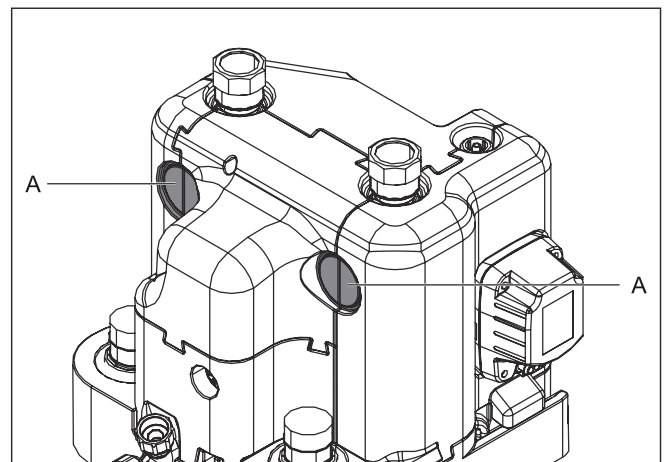

Fig. 54-20 Taglio apertura isolamento termico
- 16 Tagliare le aperture laterali dell'isolamento termico (Fig. 54-20, pos. A) con un utensile idoneo.